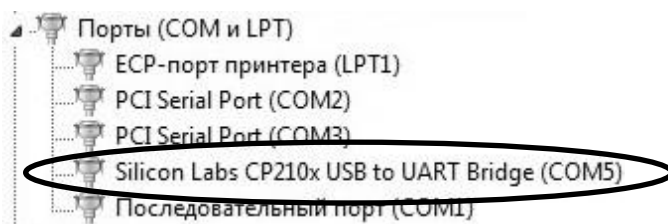

Рис. 3.1. USB-порт весового преобразователя в списке портов.
3.2. После установки драйвера при подключении весового преобразователя по USB к компьютеру будет обнаружено новое USB-устройство и в диспетчере устройств появится последовательный порт, соответствующий подключенному преобразователю, см. рис. 3.1 на стр. 5.